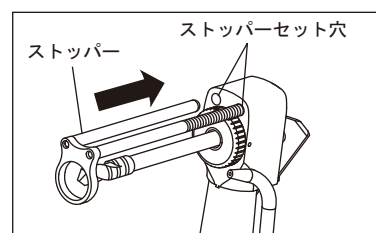
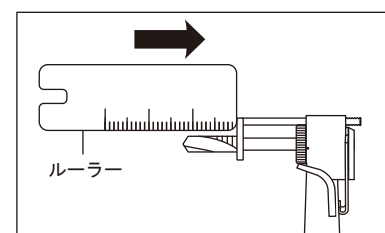

図3
図4
- ②ストッパーをヘッドのストッパーセット穴に挿し込み（図3）、付属のルーラーでパー、またはドリルの深さを測りながら押し込みます。（SGMSのみ）（図4）
- ③ラッチ板を戻すと、パー、またはドリルとストッパーが固定されます。